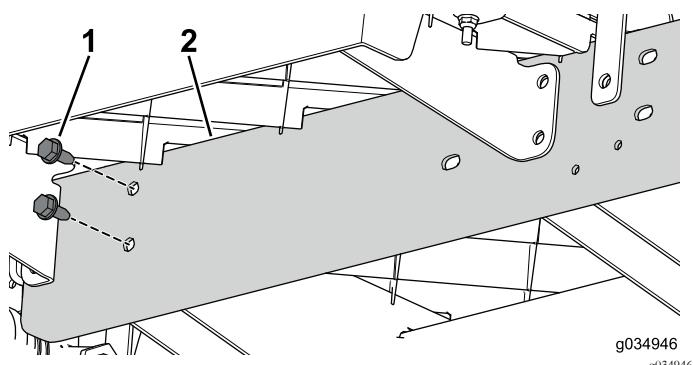

图75
6. 使用 2 个螺栓  $5/16 \times 3/4$  英寸将延长轨道松松地安装到机器前部的中央通道上 图75。